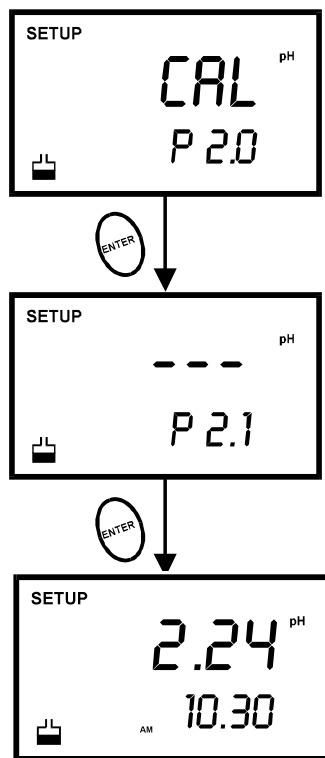

図 22 -P2.0: 校正データ参照
3. 以前の校正データを見るために ENTER キーを繰り返し押ししてください。計測器は最初に校正ポイントを表示し、次に、構成の日付および時間を表示します。図 22 を参照ください。